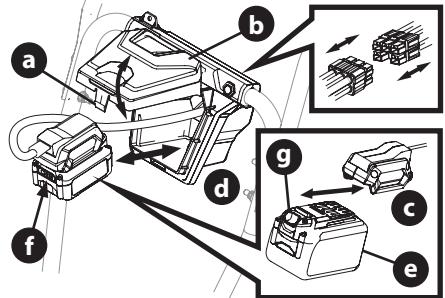

Figure 61
1. Installation du bloc-batterie (Figure 61):
- NOTE :** Au besoin, l'adaptateur de la batterie peut être déconnecté du faisceau de la batterie du démarreur (voir l'encadré de la Figure 61).
2. Retrait de la batterie (Figure 61):